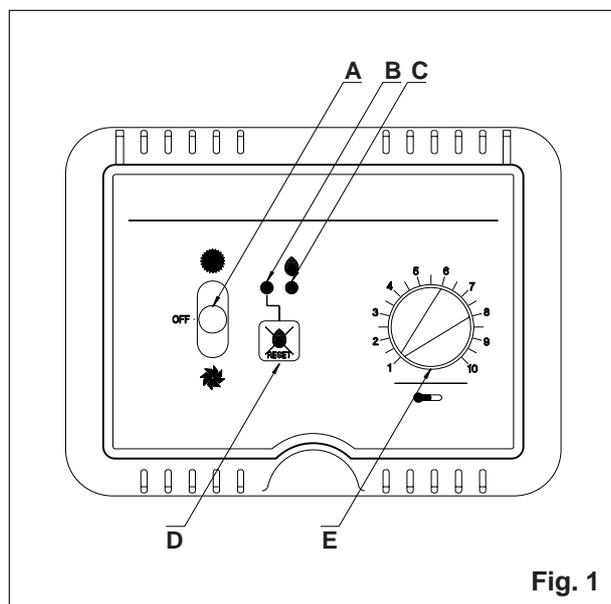

Fig. 1
### 1.3 Funzioni del pannello di comando (fig. 1)
**3.1.2** (I richiami alle funzioni del pannello di comando che seguono si riferiscono alla fig. 1).
**a)** Ruotare la manopola del termostato ambiente (E) in senso orario verso il massimo valore.
**b)** Portare il commutatore (A) verso l'alto, nella posizione "ON", per iniziare il ciclo di accensione. Verificare che il led rosso del tasto di "Reset" (B) sia spento.